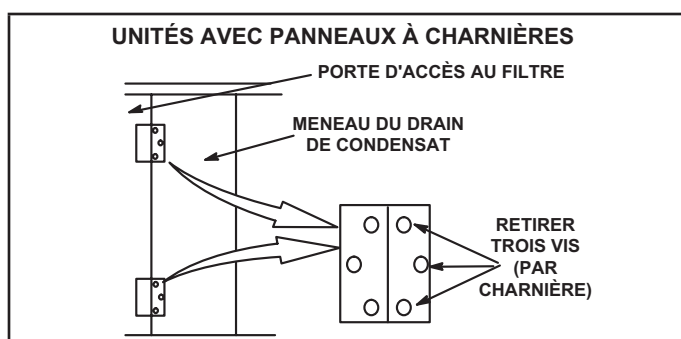

FIGURE 7
- 2 - Retirer les six vis de la porte d'accès aux filtres. Voir FIGURE 7.